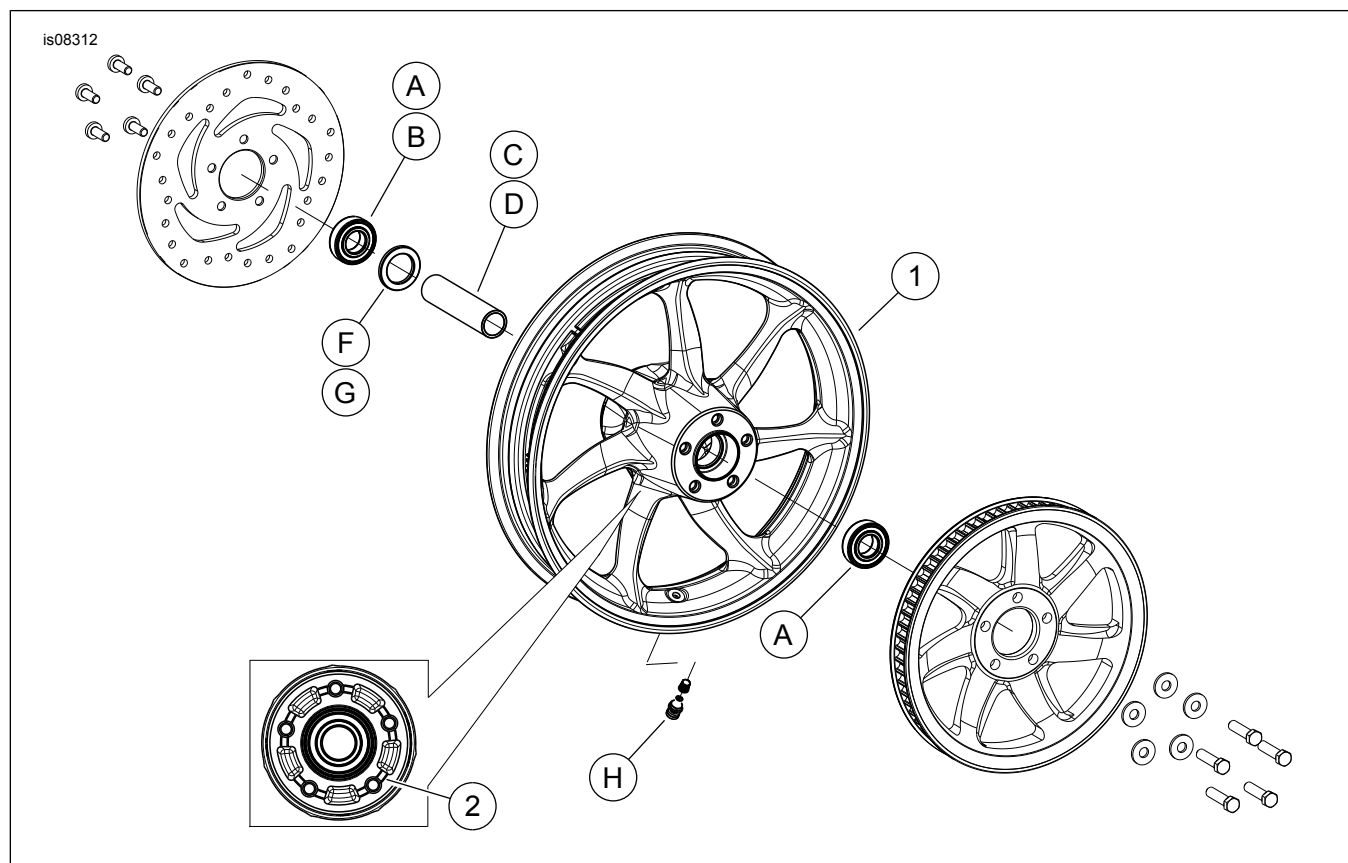

Figura 1. Piezas de servicio: Ruedas traseras Machete (se muestra la de 16 pulg.)
Consulte la Figura 1. y Tabla 2.
2. Consulte la Figura 1. Instale el conjunto del vástago de la válvula (H) en la rueda. Consulte NEUMÁTICOS en el Manual de servicio.